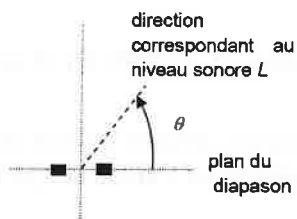
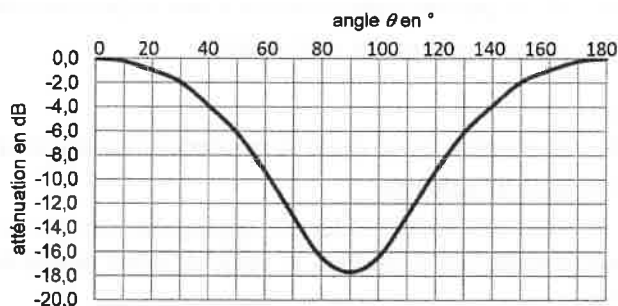

Figure 4a.
Figure 4b.
3.2. On étudie le niveau d'intensité sonore à un mètre du diapason à 440 Hz en tournant autour de celui-ci. La position du sonomètre est repérée par l'angle θ dont l'origine correspond au plan du diapason (figure 4a). La courbe (figure 4b) représente l'atténuation de l'intensité sonore en fonction de l'angle θ .
Montrer quantitativement que les deux mesures précédentes LB1 et LB2, sont cohérentes avec la figure 4b.